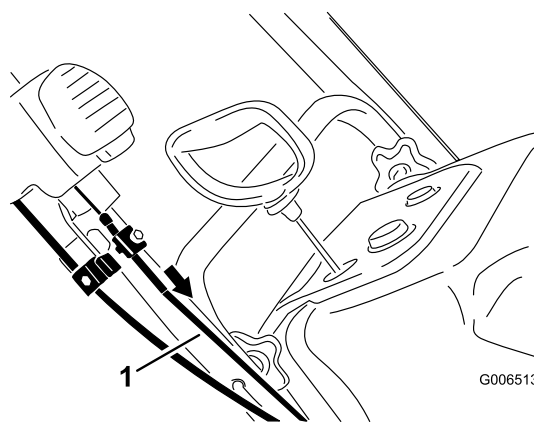

Figur 32
2. Still inn Quick Shoot-kontrollen mellom de to pilene plassert på høyre side av det øvre håndtaket (Figur 32).